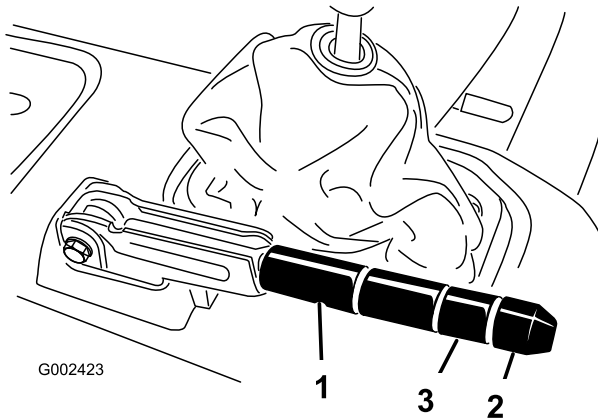

Figura 74
2. Allentate la vite a pressione che fissa la manopola alla leva del freno di stazionamento (Figura 74).